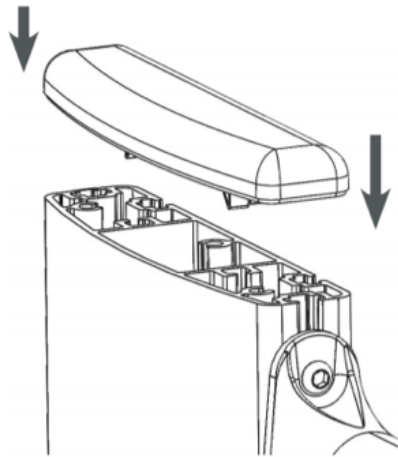

Abbildung 7 – Platzierung der Extrusionskappe
2. Setzen Sie die Extrusionskappen an der Oberseite der Extrusionsschienen ein, indem Sie sie festdrücken. Siehe Abbildung 7 unten.